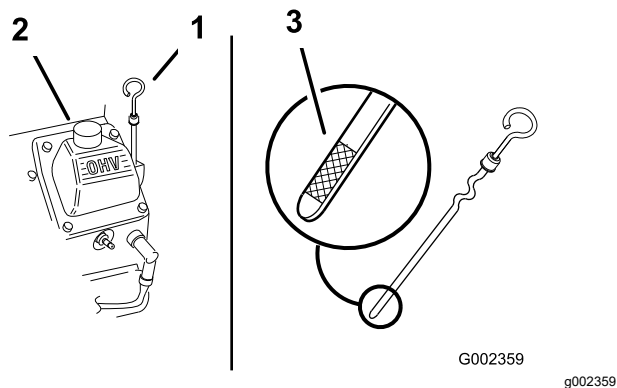

Рисунок 44
2. Очистите поверхность вокруг масломерного щупа (Рисунок 44), чтобы загрязнения не
- Извлеките масломерный щуп, дочиста вытрите его, а затем снова вставьте до упора (Рисунок 44).
- Выньте щуп и проверьте уровень масла. Уровень масла должен находиться между отметками «F» (полный) и «L» (низкий) на масломерном щупе (Рисунок 44).
- Если уровень масла ниже метки «L» (низкий), снимите крышку заливной горловины (Рисунок 44) и добавляйте масло указанного типа, пока его уровень не достигнет отметки «F» (Полный) на щупе.